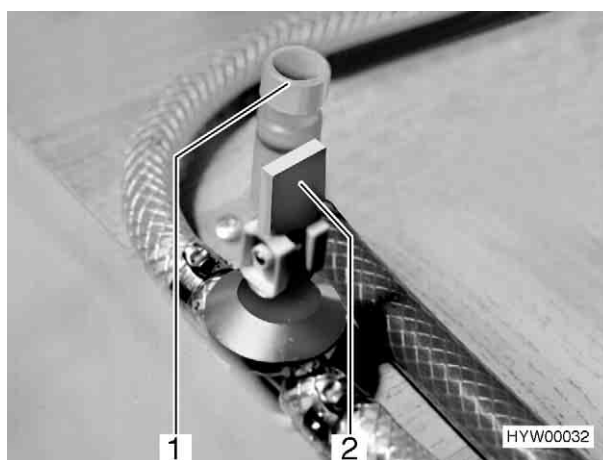

Fig. 91 Rubinetti di scarico del boiler
- Chiudere il rubinetto di scarico (Fig. 91,2) del boiler. Il rubinetto di scarico si trova in cucina sotto la parte sinistra dell'armadio. Per chiudere mettere la leva a bilanciere in posizione orizzontale.
- Ruotare il cappelletto di valvola (Fig. 91,1) in senso orario.
- Aprire il rubinetto di scarico del boiler (Fig. 91,2). A questo scopo mettere la leva a bilanciere sul rubinetto di scarico del Boiler in posizione verticale.